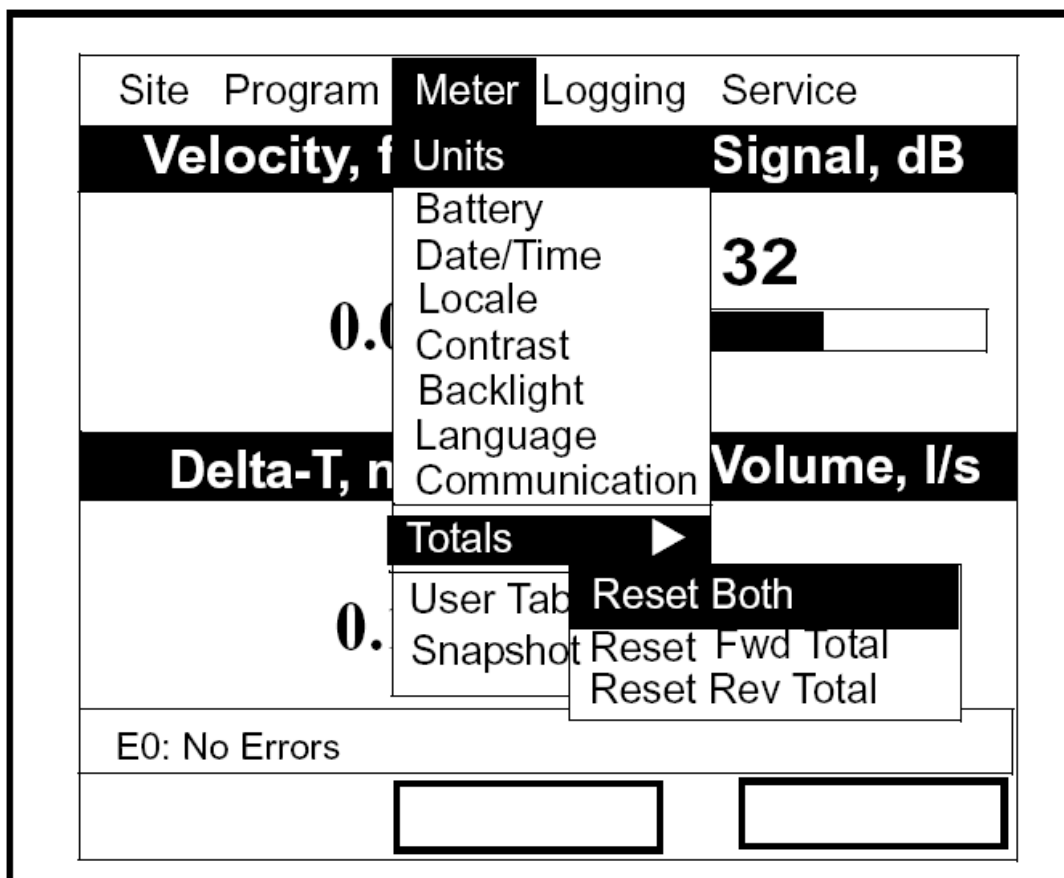

Рис. 7-7: Меню Resetting Totals
1. В меню Meter перейдите к пункту Totals (суммарный расход) и нажмите клавишу [ENTER]. При этом откроется окно, подобное представленному ниже рис. 7-7.